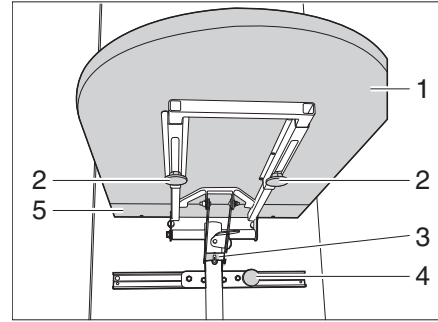

Bild 40 Klapptisch, Tischfußaufnahme
- Zwei Rändelschrauben (Bild 40,2) lösen und Tischplatte (Bild 40,1) nach vorne schieben.
- Tischplattenverlängerung (Bild 40,5) von der Tischplatte abnehmen.
- Tischplatte nach oben heben und Stütze (Bild 40,3) aushängen.
- Tischplatte (Bild 40,1) nach unten schwenken.
- Rändelschraube (Bild 40,4) lösen und Klapptisch in gewünschte Position verschieben.
- Rändelschraube (Bild 40,4) wieder anziehen.